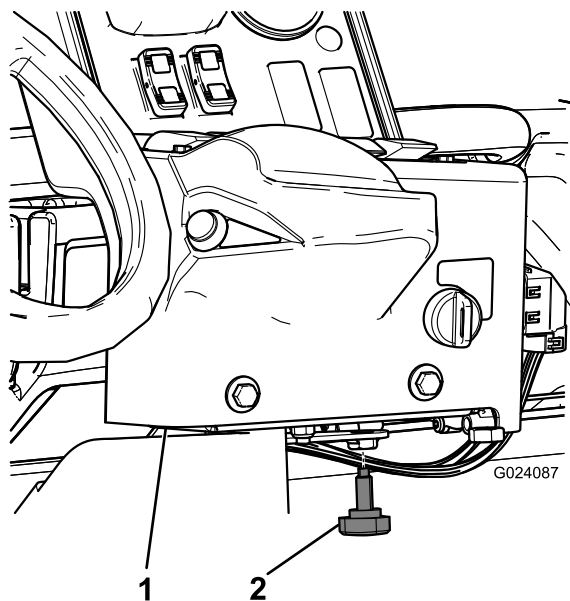

図 15
3. 操作中にコントロールが回転しないようにハンドノブを取り付ける 図 15。